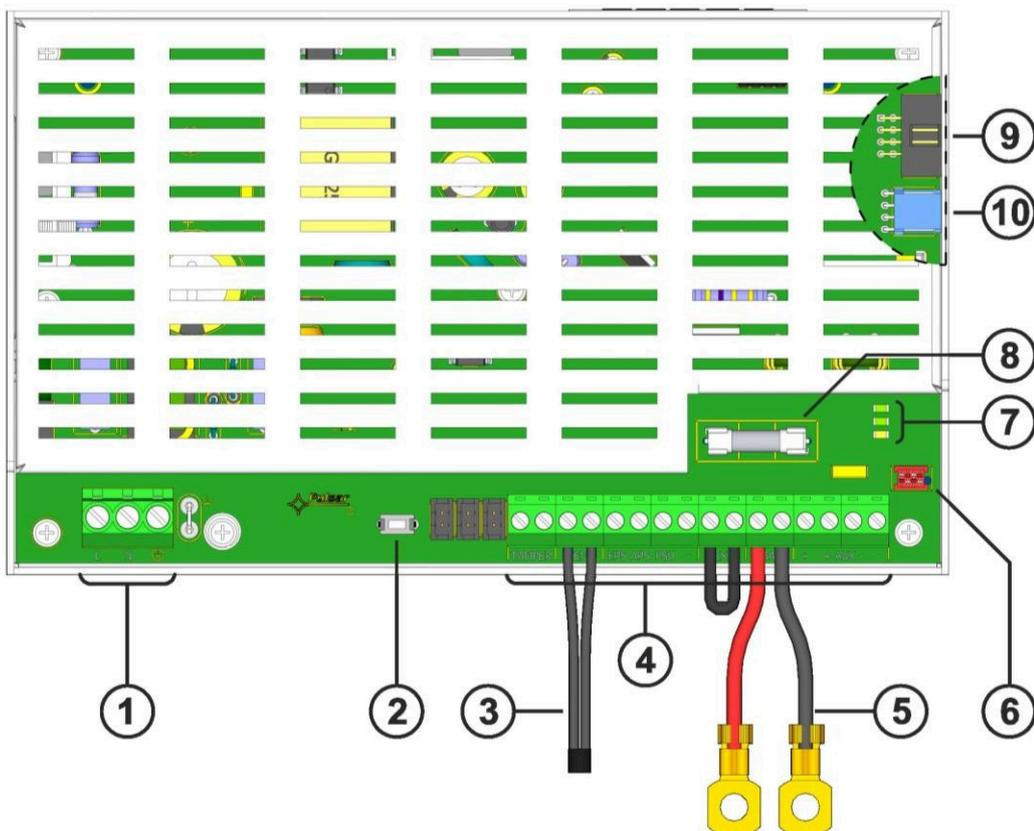

Abb. 2. Ansicht des Stromversorgungsmoduls.
Tabelle 1. Elemente der PSU-Leiterplatte (Abb. 2).
①	PSU-Modul (Tab. 1, Abb. 2)
②	Temperatursensor für die Batterie
③	Batterieanschlüsse; positiv: BAT= rot, negativ: - BAT= schwarz
④	Ein Platz für die Installation zusätzlicher Kommunikationsmodule
⑤	TAMPER; Mikroschalter (Kontakte) des Sabotageschutzes (NC)
⑥	Einbau der Batterie
⑦	Batterie-Sperrplatte
⑧	Bildschirm-Modul
6. Schrauben Sie die Klemmen des Temperatursensors an die Klemmen "Temp" des Netzteils (Abbildung 2, Punkt 3). Befestigen Sie den Sensor an der Batterie, z.B. mit Klebeband. Bei der 27,6-V-Version wird empfohlen, den Sensor zwischen den Batterien zu platzieren.